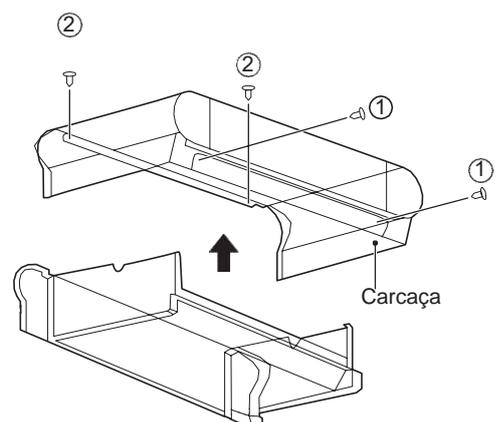

Figura 5-17 Remoção da carcaça
Como mostra na Figura 5-17, remova os parafusos ①*2 e ②*2 e em seguida a carcaça.